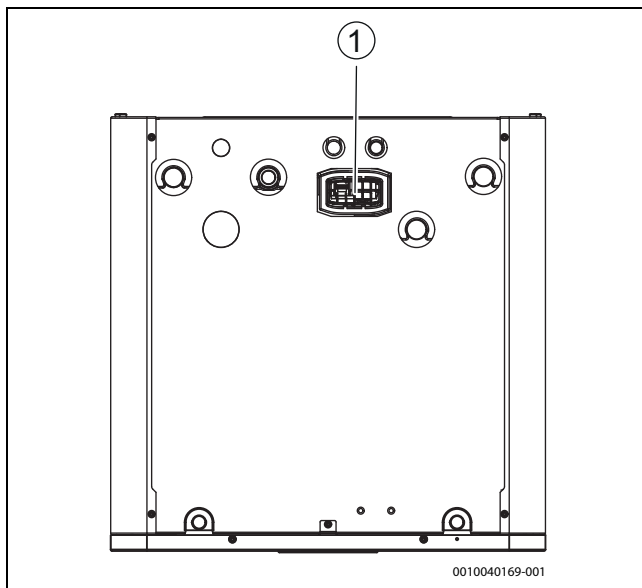

Bild 14 Connect-Key K30RF-Platzierung
- ▶ Modul in den Halter einsetzen (→ [1], Abbildung 14). Wenn das Modul richtig eingesetzt wurde, blinkt eine LED.